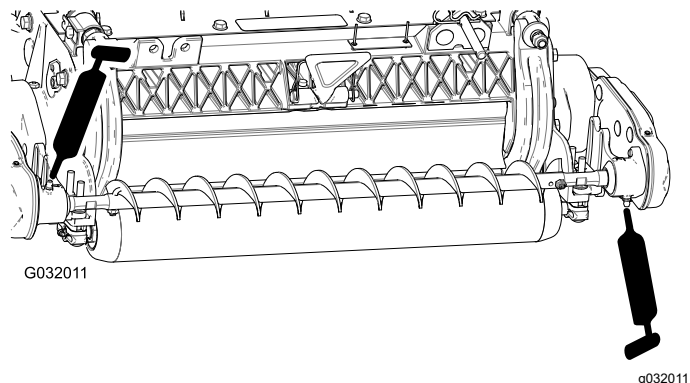

Figure 18
3. Graissez les graisseurs de chaque logement de roulement de brosse de rouleau avec de la graisse au lithium n° 2 (Figure 18). Essuyez l'excédent de graisse, en particulier autour des joints d'étanchéité.